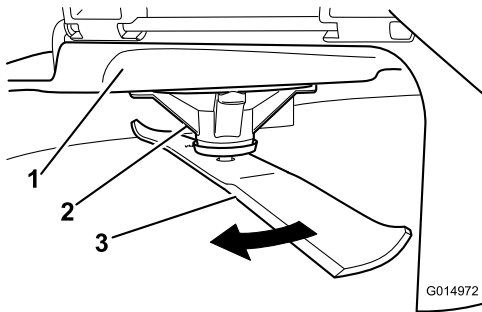

Figure 79
2. Enfilez des gants épais ou utilisez une autre protection adéquate pour les mains, et faites tourner la lame lentement jusqu'à une position permettant de mesurer la distance entre le tranchant et la surface plane sur laquelle se trouve la machine (Figure 79).